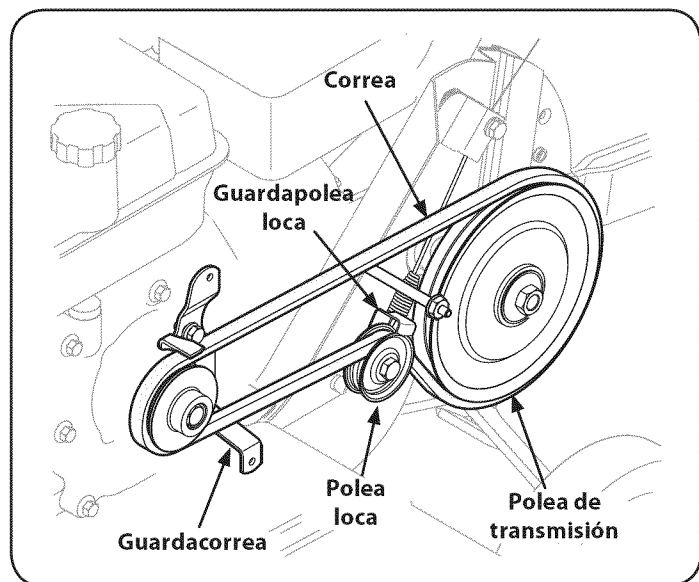

Figura 27
2. Retire el perno de la polea loca y mueva la correa desde debajo del guardacorreas de la polea loca. Vea la Figura 27.
3. Retire el conjunto del guardacorreas de la correa ubicado detrás de la polea del motor extrayendo los dos pernos hexagonales y las arandelas de seguridad. Vea la Figura 27.
4. Extraiga la correa usada de alrededor de la polea de transmisión e instale la nueva correa. Vea la Figura 27.
NOTA: Al volver a armar, asegúrese de que el guardacorreas de la polea loca quede tal como se muestra en la Figura 27. Observe la muesca en la parte inferior del guardacorreas y la alineación cuando vuelva a armar con la correa nueva.